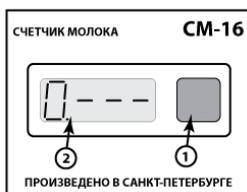

Рис. 10
- нажать кнопку и удерживать ее до появления «0.- - - » (Рис.10);